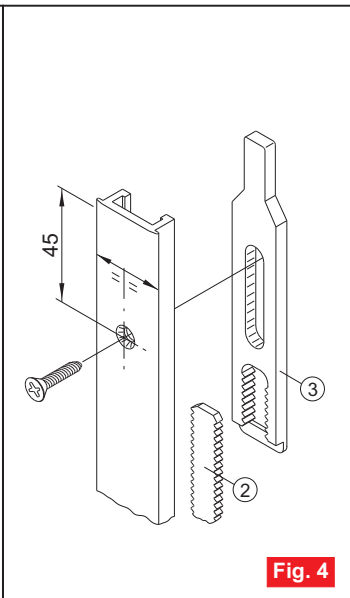

Fig. 4
- Reponer sobre el frontal el hoyo en forma de V $\varnothing 5$ a 45 mm **Fig.4**.